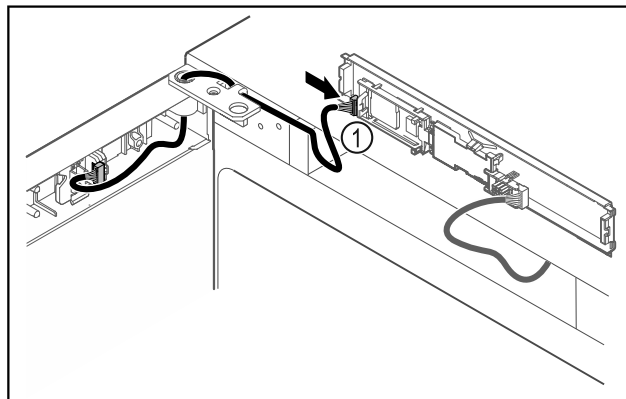

Fig. 45
- ▶ Sæt stikket Fig. 45 (1) i på printkortet.